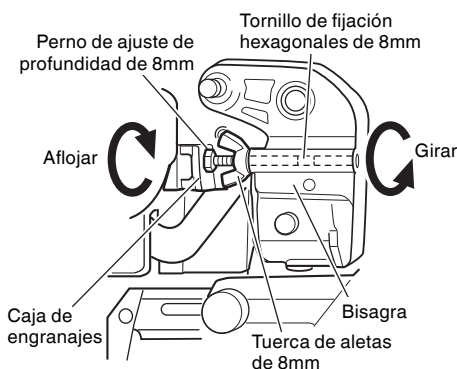

Fig. 11
Cuando reemplace la hoja de sierra por una nueva, ajuste la posición de límite inferior de manera que la hoja de sierra no llegue a cortar la mesa giratoria, puesto que de lo contrario no se podrá realizar un corte completo. Para ajustar la posición de límite inferior de la hoja de sierra, siga los procedimientos (1) a (4) indicados abajo. (Fig. 11)
Para ajustar la posición de límite inferior de la hoja de sierra, siga los procedimientos (1) a (3) indicados en la Fig. 11-a.
- (1) Afloje la tuerca de aletas de 8mm de manera que sea posible girar el perno de ajuste de profundidad de 8mm con la mano.
- (2) Baje la cabeza del motor, y gire el perno de ajuste de profundidad de 8mm con la mano, y realice los ajustes de manera que se pueda formar una holgura de 3/32" a 1/8" (2mm a 3mm) entre la posición de límite inferior de la cabeza del motor y la parte superior de la pieza de trabajo en la posición de límite inferior de la hoja de sierra (donde la cabeza del perno de ajuste de profundidad de 8mm entra en contacto con la caja de engranajes).
- (3) Después del ajuste, gire la tuerca de aletas de 8mm hasta que entre en contacto con la bisagra (consulte la Fig. 11), y apriétela completamente.